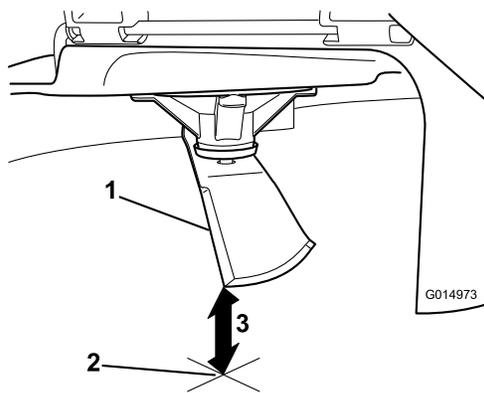

Figura 48
5. Mida desde la punta de la cuchilla hasta la superficie plana (**Figura 48**).